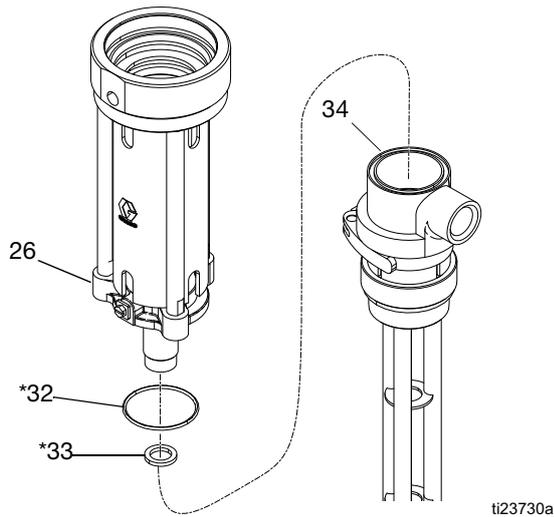

FIG. 23
12. Dévissez la bride de fixation (26) du corps de la pompe (34). Retirez le joint torique (32*) et le joint d'étanchéité en PTFE (33*) du corps de la pompe (34). Inspectez toutes les pièces à la recherche de dommages. Voir FIG. 23.